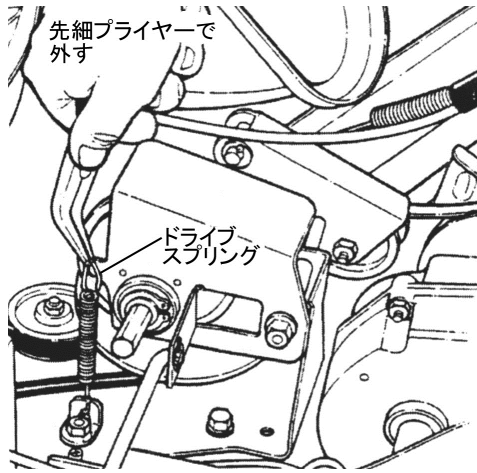

図 6-6
① 駆動ディスクと従動ディスクの清掃
② ドライブスプリングの修理と交換
- ドライブスプリングは従動ディスクを駆動ディスクに押し付けています。ドライブスプリングが伸びてゆるんだり、破損したときは交換してください。(次ページ図 6-6)